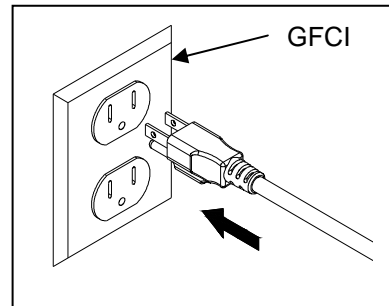

Fig. 4
- Coloque la bomba dentro del agua y conéctela a una fuente de energía adecuada. Fig. 4